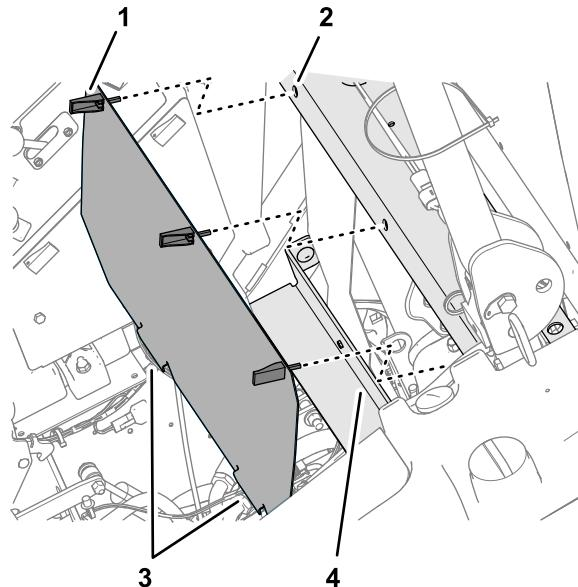

Figura 22
1. Alinhe as duas patilhas na parte inferior do painel traseiro à flange do suporte do banco (Figura 22).
2. Alinhe os trincos no painel traseiro aos orifícios no canal transversal (Figura 22).
3. Prenda o painel ao canal com os três trincos (Figura 22).